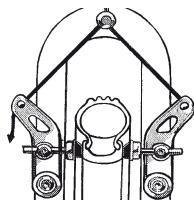

Рис. 1
- Поверхности тормозных накладок должны быть чистыми и обезжиренными, а тормозные накладки должны располагаться параллельно друг другу (см. рис. 1).